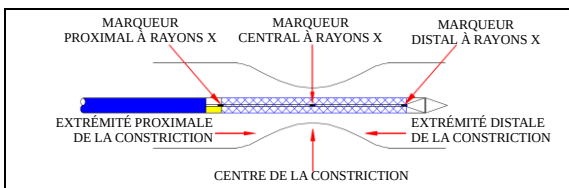

Figure 4
- d) Vérifiez le positionnement au cours du déploiement de l'endoprothèse (point de non retour au niveau du marqueur central radio-opaque) et continuez à tirez sur le connecteur jusqu'à ce que l'endoprothèse soit entièrement déployée. (Voir figure 4, 5)
- d) Vérifiez le positionnement au cours du déploiement de l'endoprothèse (point de non retour au niveau du marqueur central radio-opaque) et continuez à tirez sur le connecteur jusqu'à ce que l'endoprothèse soit entièrement déployée. (Voir figure 4, 6)